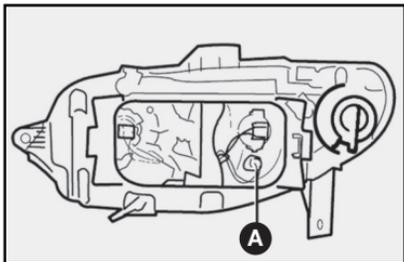

fig. 31
- 2) retirar el portalámparas **A-fig. 31** girando en sentido antihorario;